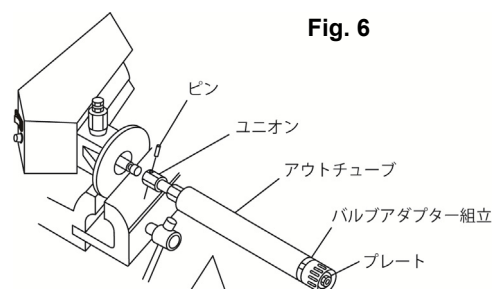

Fig. 6
- 5) バルブアダプター組立にスパナを掛けてねじ戻すと、サクシジョンチューブも一緒に回り、上ポンプから外れます。プレートに当たるまで引っ張ると、上ポンプのCONNECTING RODと接続しているユニオンが現れます。ピンを抜きユニオンのネジを戻すと下ポンプが分離できます。アウトチューブを引き出します。(Fig. 6)